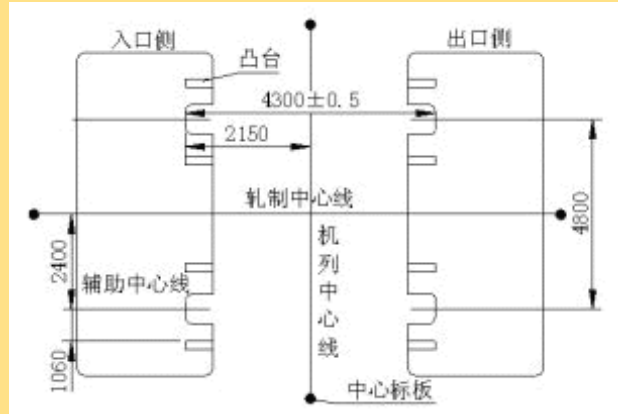

图3 机座找正示意图
1.2.1 安装精度 轨座的安装精度决定于机架的安装质量和使用。轨座为铸钢件，每件重47t，外形尺寸1040mm×1665mm×8100mm。根据设置的中心标板拉设轧制中心线和机列中心线后，再拉设一根与轧制中心线平行的边线。若此两线的距离为2400mm，则这条边线定为每个轨座找正的基准(见图3)。具体找正方法是：以边线作为基准线，用内径千分尺测量边线与轨座上表面凸台的距离为1060mm，其误差不得超过0.05mm。